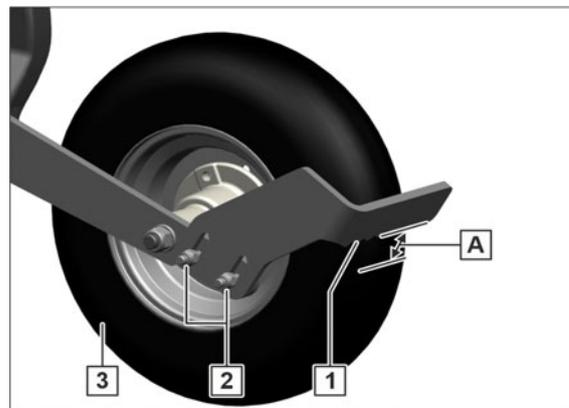

Рис. 178
1. Отверните гайки (Рис. 178/2).
2. Установите чистик за ручку (Рис. 178/1) на расстояние (Рис. 178/A) 5 мм от прижимного катка.
3. Проверьте расстояние, провернув прижимной каток (Рис. 178/3).